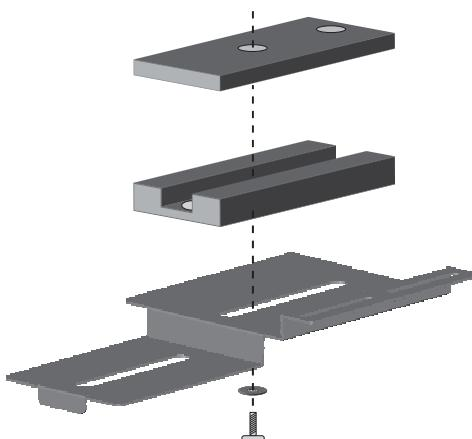

図 5.3 ズームレンズ / カメラ取り付け用スペーサー
- スペーサー（4mm、9mm）を使用して、カメラをカメラトレイ A（付属品）に取り付けます（スペーサーを使って、カメラのレンズがウィンドウの中央にくるように調整します）。ねじ（1/4-20 x 5/8 インチ）と平座金（大）を使って、図 5.3 のようにカメラとスペーサをカメラトレイにしっかりと固定します。